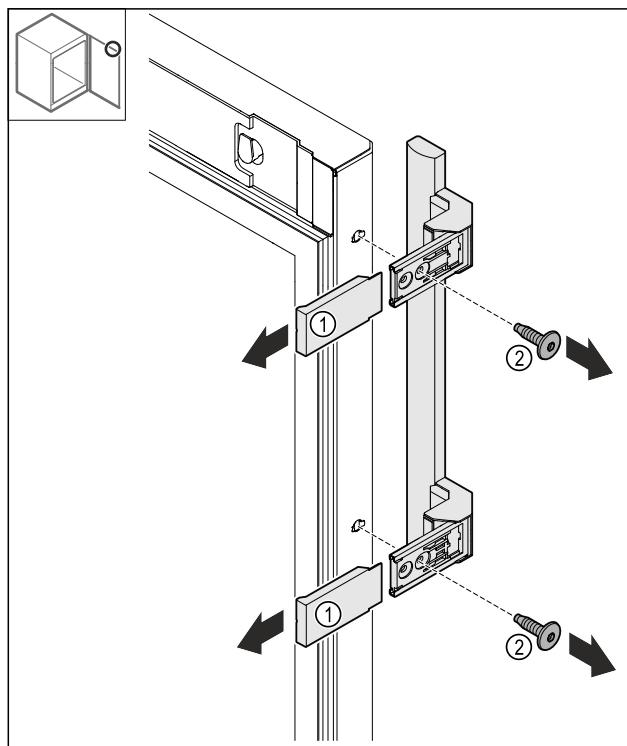

Fig. 24
- Знімте накладки Fig. 24 (1).
- Викрутіть гвинти Fig. 24 (2).